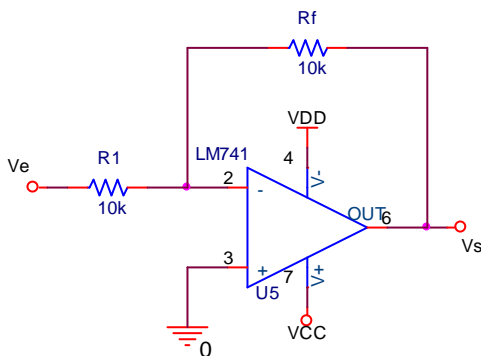

Figura 3
- 5) Arme el circuito de la figura 3. Conecte el generador de funciones con la misma señal que en el punto 3 en la terminal V_e del circuito.